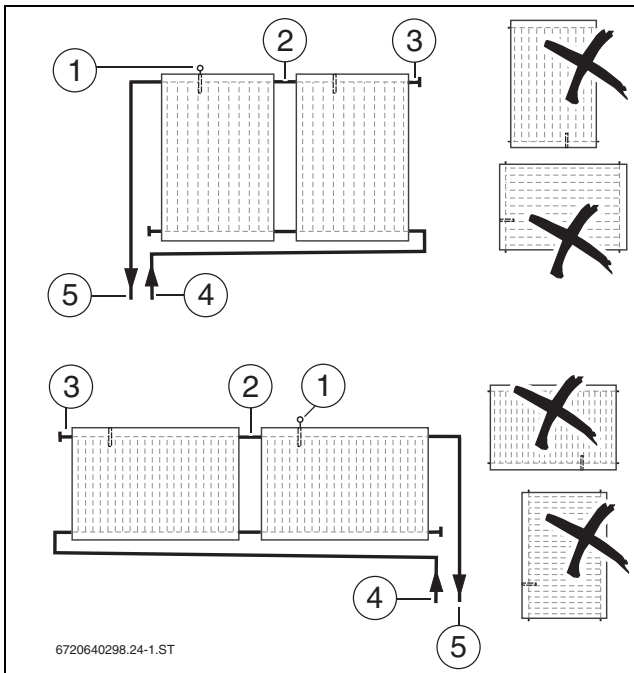

Рис. 13 Расположение вертикальных (вверху) и горизонтальных (внизу) коллекторов
- ▶ Подключайте поле коллекторов с двух сторон (→ рис. 13).
- ▶ При монтаже коллекторов учтите, что погружная гильза для датчика коллектора должна находиться сверху (→ рис. 13 [1]).
- ▶ При прокладке провода датчика коллектора учтите, что датчик (→ рис. 13 [1]) устанавливается на коллектор, к которому подключается подающая линия [5].